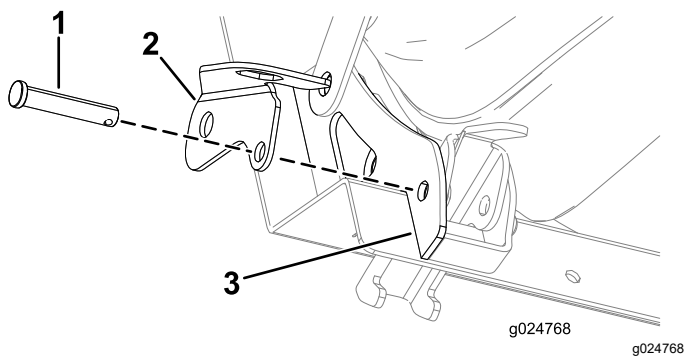

Bild 21
3. Stecken Sie den Lastösenbolzen teilweise durch die Sperrhalterung (Bild 21).
4. Fluchten Sie die Sperrhalterung und den Lastösenbolzen mit dem Loch in der äußeren Sitzverstärkung aus (Bild 21).